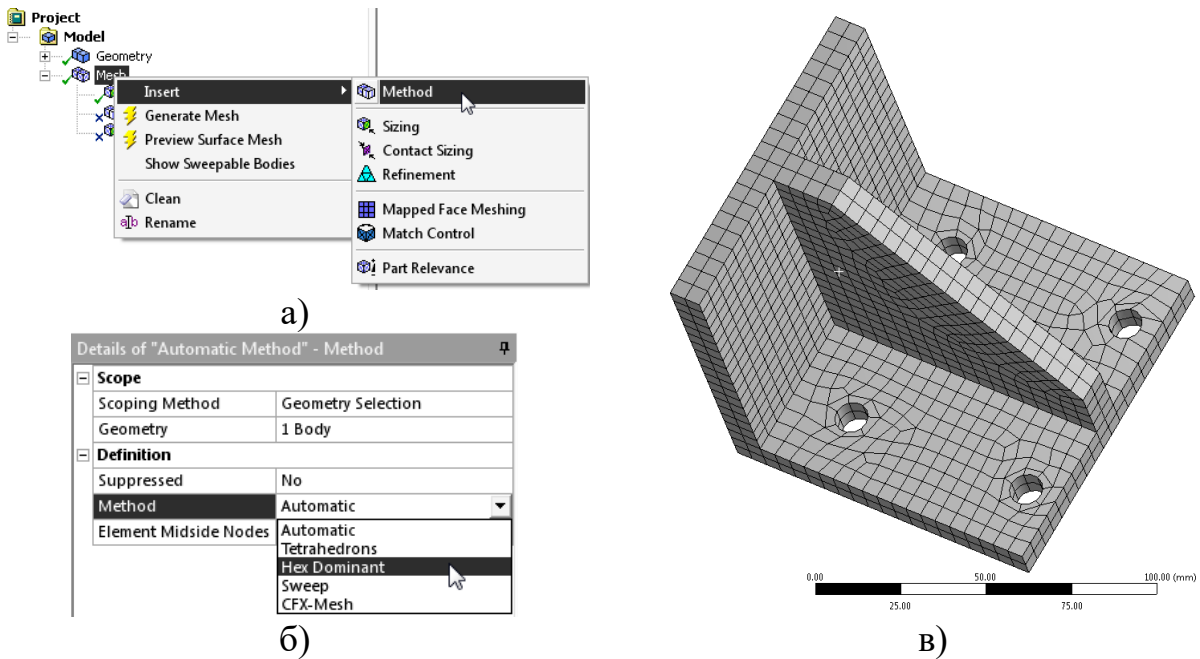

Рисунок 5.7 – Создание кубической сетки КЭ
- 7) Сетка конечных элементов (КЭ) создана, но желательно приблизить форму конечного элемента к кубу и сгустить (сделать более мелкую сетку) во **внутренних** углах и на кромках отверстий (будущих областях закрепления). Зададим условие «кубичности» КЭ. Для этого следует нажать **правой** клавишей мыши по пункту «Mesh» («сетка») и выбрать цепочку команд «Insert» – «Method» («Способ создания сетки»), рисунок 5.7, *a*. Щелкнуть по детали, и далее по кнопке «Apply» («Применить») в нижнем меню «Details of “Automatic Method” – Method».
Далее раскрыть пункт нижнего меню «Method» и вместо «Automatic» выбрать опцию «Hex Dominant» («Предпочтительно кубические»), рисунок 5.7, б).